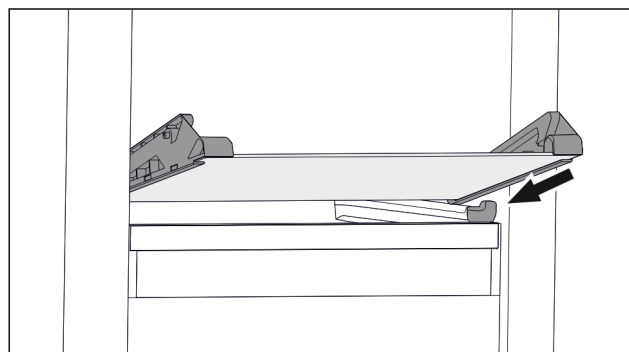

Fig. 67 可倾斜抽屉的玻璃隔板
- ▶ 将玻璃隔板斜放在止动器后面。(参见 Fig. 67)